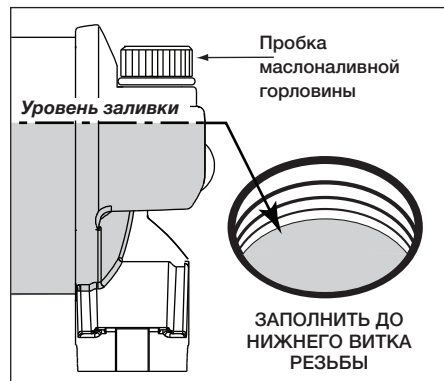

Рисунок 16 – уровень масла в бачке.
3. Проверьте уровень масла. См. рисунок 16. В случае низкого уровня масла, пополните его запас до нижнего витка резьбы маслоналивной горловины.